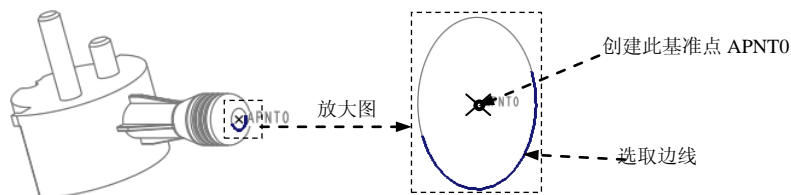

图 10.28 创建基准点 APNT0
Step1. 创建图 10.28 所示的基准点 APNT0。
- ① 在**模具**功能选项卡**基准**区域单击创建“基准点”按钮 $\left[\text{基准点} \right]$ 。
- ② 在图 10.28 中选取坯料的边线。
- ③ 在“基准点”对话框的下拉列表选取**居中**选项。
- ④ 在“基准点”对话框中单击 $\left[\text{确定} \right]$ 按钮。